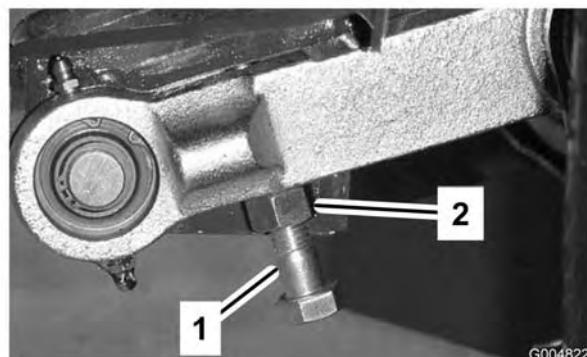

Bild 25
3. Sie können den Abstand mit der Einstellschraube am hinteren Gelenkverbindungsteil des Mähwerks einstellen (Bild 25). Lösen Sie die Klemmmutter an der Einstellschraube.